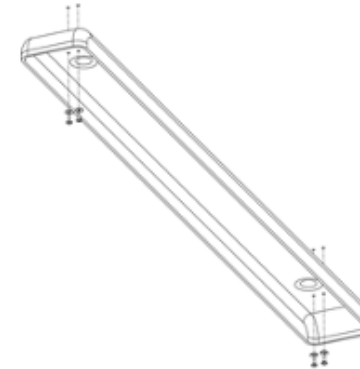

Рис.1
- Произвести монтаж светильника, как показано на Рис.1.